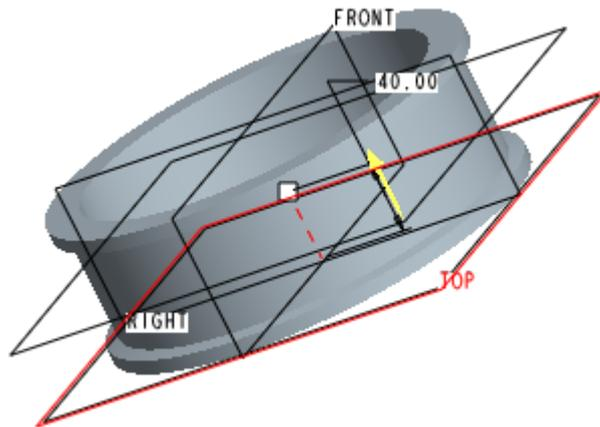

图 53-4
- (1) 单击基准特征工具栏中的 , 打开【基准平面】对话框。
- (2) 选择基准面 TOP, 在对话框中设定为“偏移”, 输入偏移值为 40, 如图 53-4 所示。